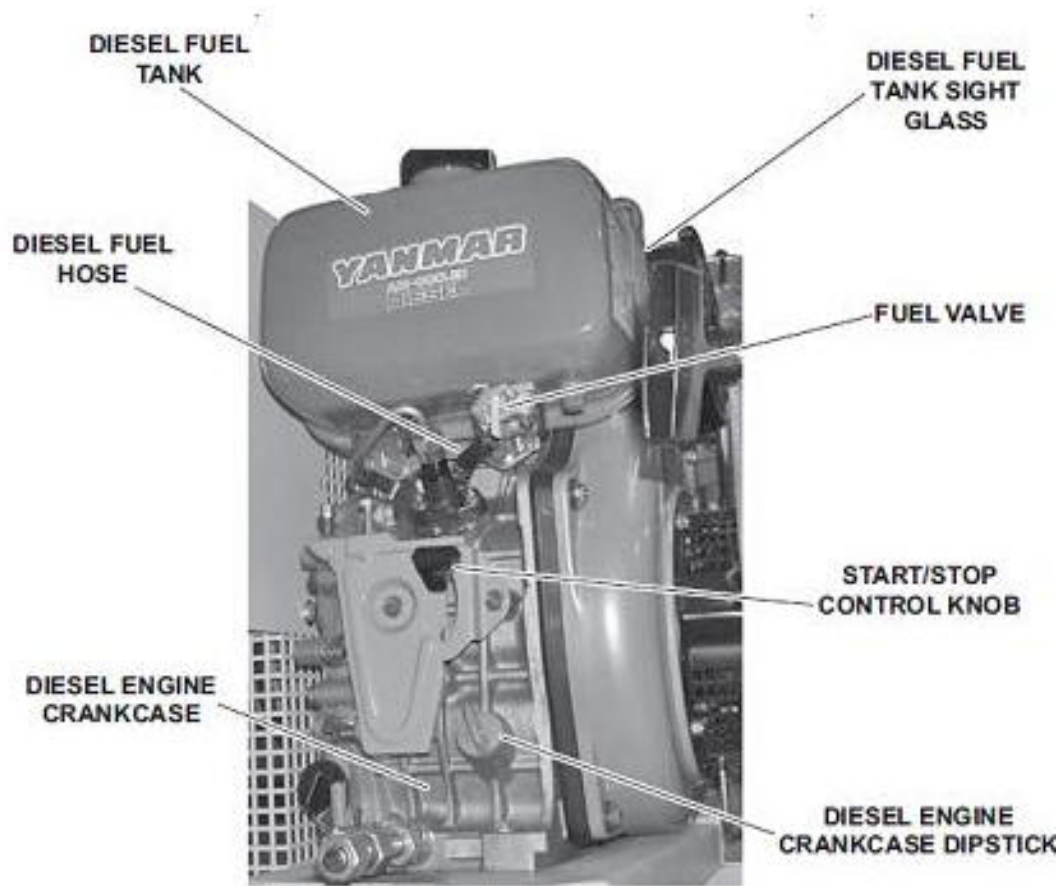

Figure 551-8ST-1004\_13 (Diesel Engine)
b. Check the diesel engine assembly before use. (Figure 551-8ST-1004\_13)